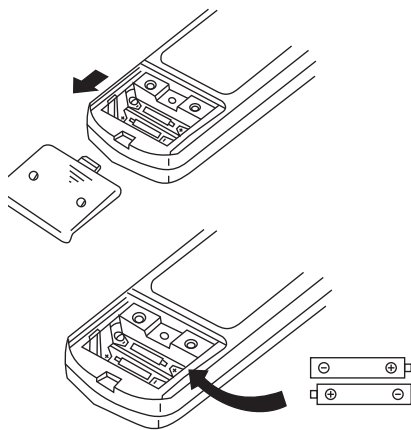

Рис. 5.4
1. Сніміть кришку батарейного відсіку, зсунувши її в напрямку стрілки (рис. 5.4).